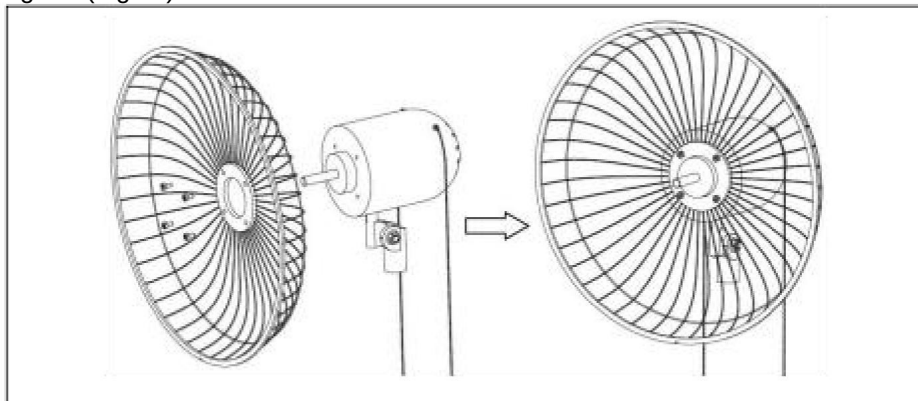

Fig. 5.
- 1). Ta bort gallerskruvarna från motorhuvudet. Fäst sedan baksidan galler (12) på motorhuvudet med den bakre gallerskruven (13) som visas i diagram (Fig. 5.)